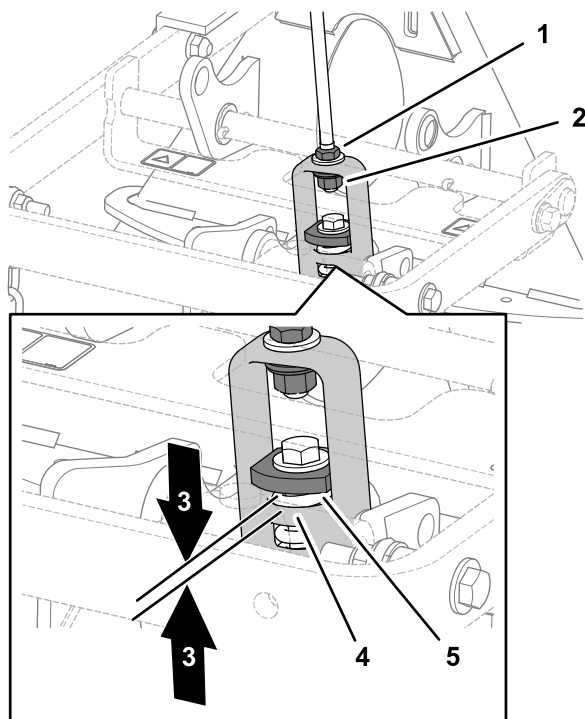

图 10
2. 如图 10 所示测量附件连接器上重型垫圈与提升轭肩之间的空隙。
**注意** 如果测量出的重型垫圈与提升轭肩之间的空隙介于 1.52mm 则说明链杆调节正确图 10。
3. 如果空隙不正确拧松锁紧螺母并根据需要拧紧或拧松链杆总成上的调节螺母以改变空隙大小图 10。